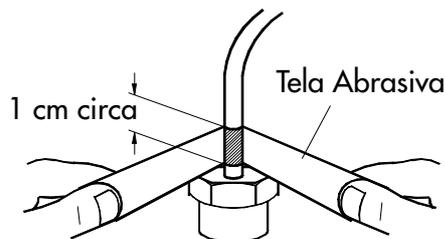

Fig. 3
**9.1** Pulire un tratto rettilineo di circa 1 cm di un tubo di iniezione togliendo l'eventuale vernice con liquido sverniciatore o tela abrasiva fine (fig. 3).